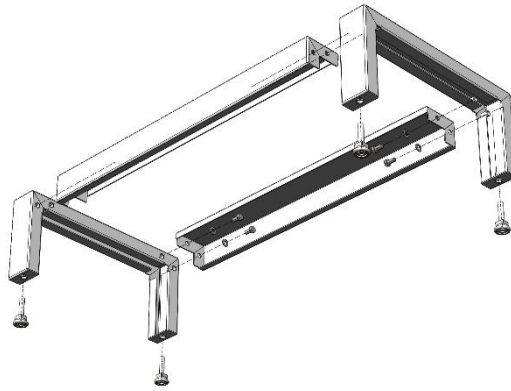

Рис. 1. Сборка высокого каркаса
- [1] • Установить в боковины каркаса регулируемые опоры (Рис. 1);
- Соединить боковины с поперечинами каркаса, используя болты М8х16, шайбы 8 и предусмотренные в боковинах заклёпки-гайки М8 (Рис. 1);